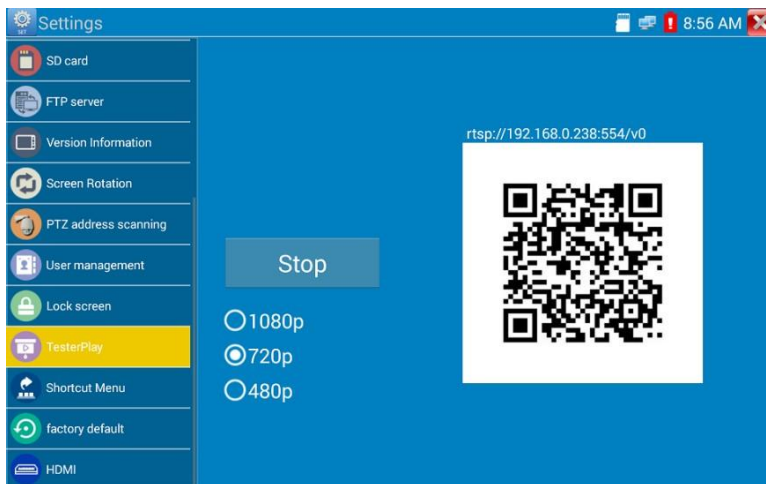

Рис. 20 Приложение TesterPlay
- 1) Найдите ярлык приложения TesterPlay в настройках тестера (рис. 20);